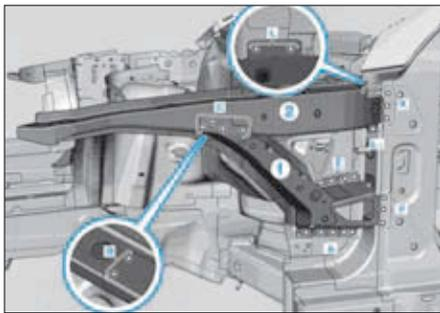

FIG. 17
- Percer des trous de rivet de Ø 6,7 mm sur la partie inférieure du doublure d'aile avant (1) et sur la partie supérieure avant (2) dans les zones (A, B, C, E, F, K, L et L 1) (Fig.17).
- Déposer la partie inférieure du doublure d'aile avant (1) et la partie supérieure avant (2).